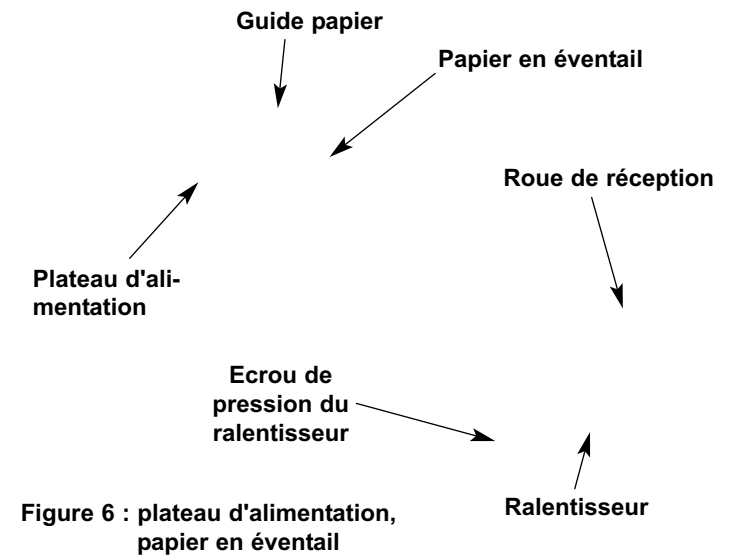

Figure 6 : plateau d'alimentation, papier en éventail
7. Placer le papier en éventail sur le plateau d'alimentation (cf. la figure 6), avec la feuille du haut posée là où la roue de réception et le ralentisseur se rencontrent.